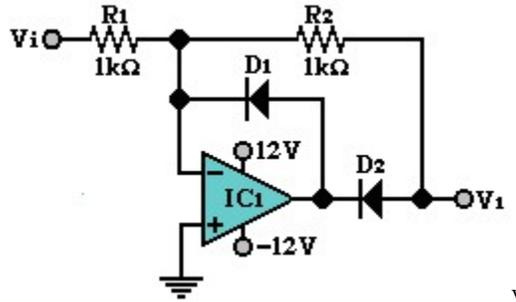

Figura 8.1
1. Arme el circuito de la figura 8.1.
5. Invierta la polaridad de los diodos de la figura 8.1 y con una señal de entrada senoidal a una frecuencia de 1kHz y 2Vpp, observe y dibuje las señales de salida de V_1 y V_s , anotando sus observaciones.
2. ¿Qué sucede cuando se invierten los diodos en el circuito de la figura 8.1? ¿por qué?